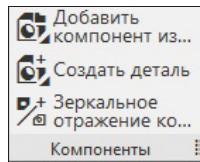

Рис. 25.3. Панель инструментов Компоненты
- ◆ Панель инструментов **Компоненты** (рис. 25.3) — содержит команды для добавления компонентов и создания деталей и сборок из компонентов;